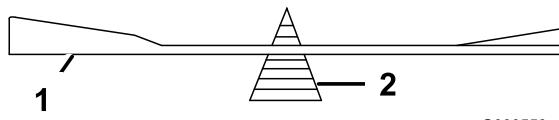

Figure 47
2. Vérifiez l'équilibre de la lame en la plaçant sur un équilibrEUR (Figure 47). Si la lame reste horizontale, elle est équilibrée et peut être utilisée. Si la lame est déséquilibrée, limez un peu l'extrémité de la partie relevée seulement (Figure 46). Répétez cette procédure jusqu'à ce que la lame soit équilibrée.